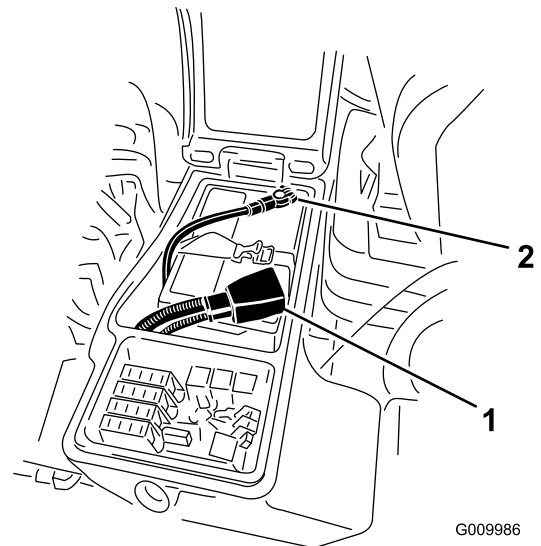

図 33
4. 赤いケーブルをバッテリーの端子に、黒いケーブルはバッテリーの端子に固定する 図 33 ケーブルはキャップスクリューとナットで各電極に確実に固定すること。プラス端子が電極に十分にはまり込んでいること、ケーブルの配線に無理がないことを確認する。ケーブルとバッテリーカバーを接触させないこと。ショート防止のために端子にゴムキャップをかぶせる。